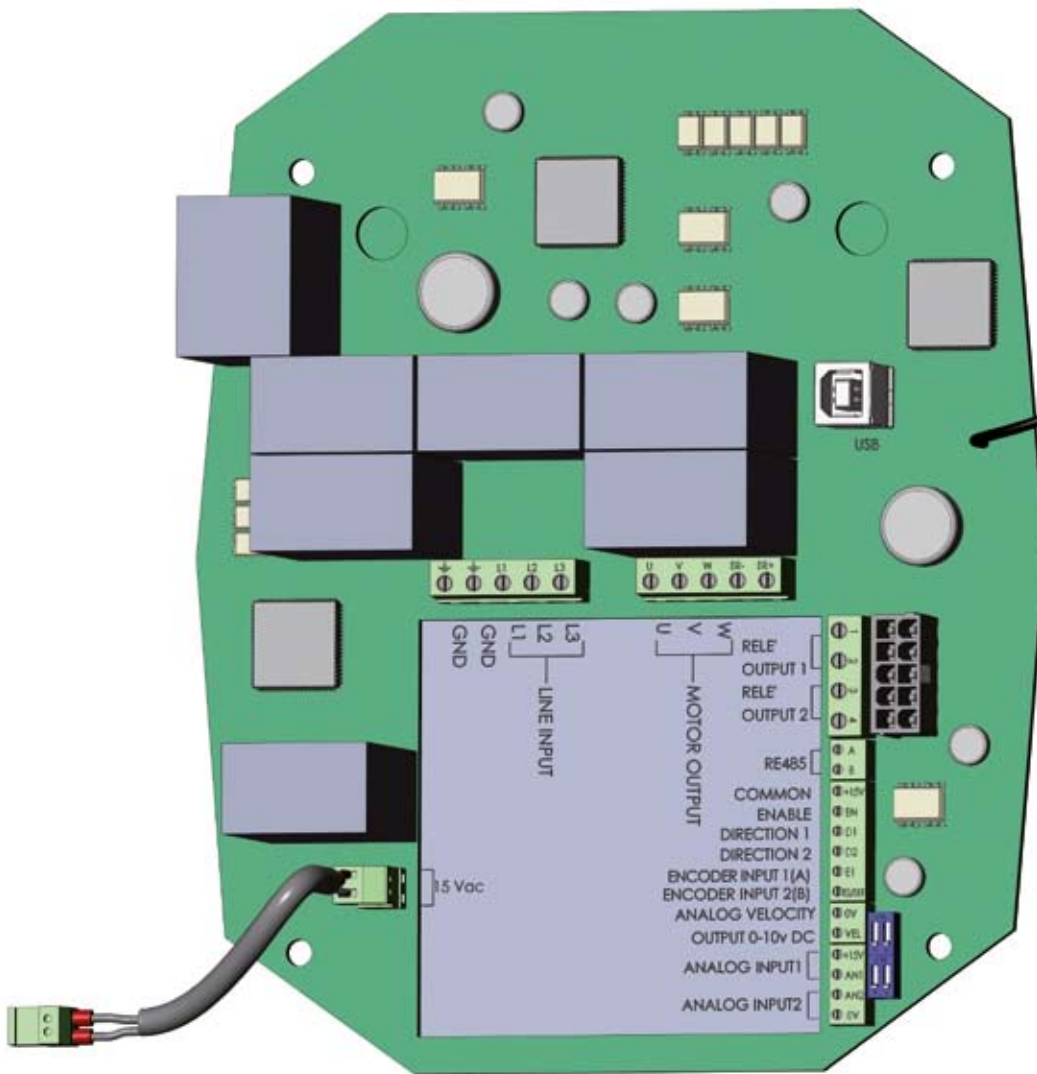

Fig. 13 - Schema scheda di potenza NEO-WiFi-3kW
• Connessione facoltativa: è possibile collegare a dispositivi esterni le due uscite di segnalazione MOTOR ON (contatto pulito, fig. 13, chiuso quando il motore è in marcia) e/o ALARM contatto di un relè che viene chiuso quando la temperatura del ponte IGBT -indicata in alto a destra sul display, in alternanza con la tensione al motore supera i 55°C, poi si riapre quando la temperatura ridiscende al di sotto di 45°C. All'accensione dell'inverter da rete il contatto rimane chiuso per 10 secondi per il check di funzionalità dell'eventuale ventola.);